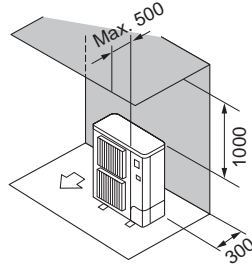

Fig. 2-7
- ② Hindernisse nur auf der Rück- und Oberseite (Fig. 2-7)